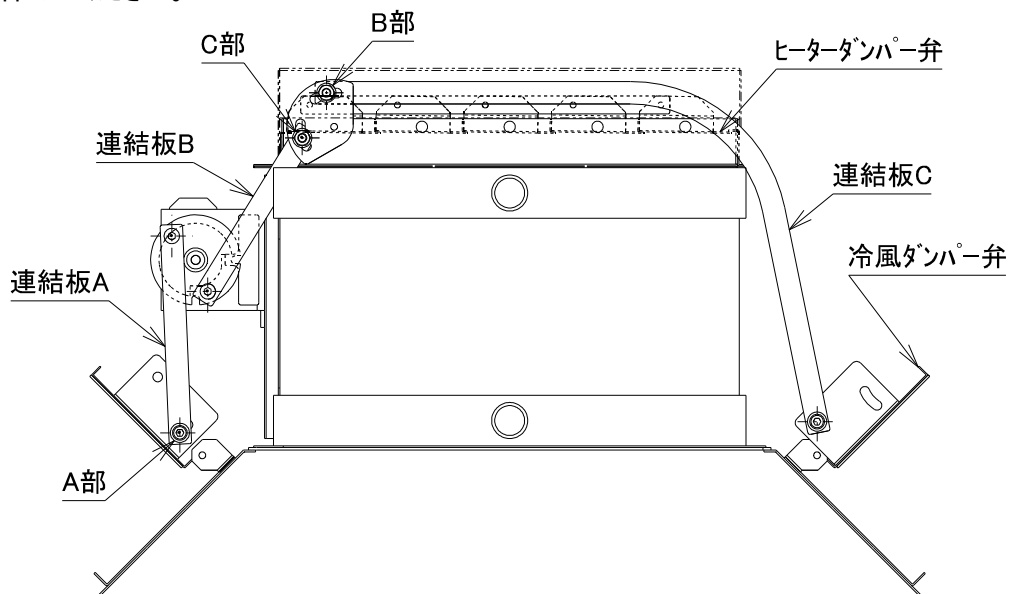

図 9-3
9.3.3 ダンパー弁(図 9-3)
2) ヒーターダンパー弁の調節(図 9-3)
3) 冷風ダンパー弁の調節(図 9-3)